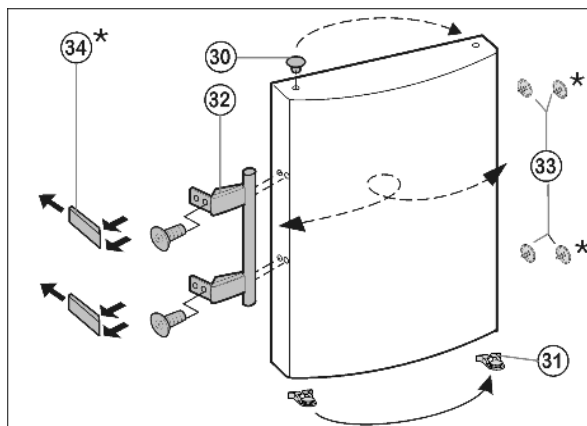

Fig. 8
- ▶ Zátky Fig. 8 (30) vyjměte z pouzdra ložisek dveří a přemístěte je.
- ▶ Madlo dveří Fig. 8 (32), zátky Fig. 8 (33) a krycí destičky\* Fig. 8 (34) odmontujte a přemontujte na protější stranu.